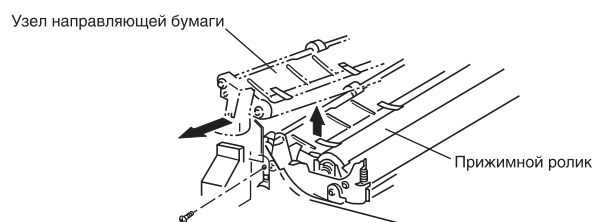

Рис. 15. Снятие нижнего прижимного ролика
2. Снимите узел направляющей бумаги узла термозакрепления, открутив два винта, с передней и задней стороны рамы, см. рис. 15.